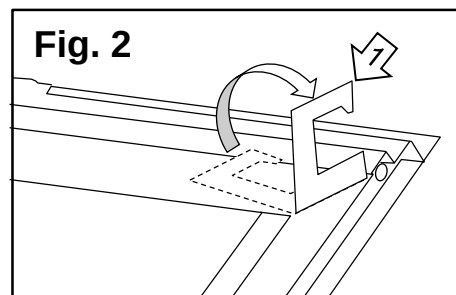

Fig. 2
4. Desde lo alto del techo, asegure el luminario a la barra-T doblando los **clips de barra-T** (#1) en las cuatro esquinas del luminario (**Fig. 2**).
5. Si el código local requiere, atar un alambre para al menos dos de los cuatro **clips de barra-T** (#1) a un miembro estructural (**Fig. 2**).